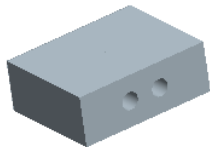

图 15.32 着色后的部分体积块
Step5. 在“体积块分割”操控板中单击 **体积块** 按钮，在“体积块”界面中单击 **1** ☒ **体积块_1** 区域，如图 15.32 所示，然后在选中的区域中将名称改为 **BODY_VOL**；在“体积块”界面中单击 **2** ☒ **体积块_2** 区域，如图 15.33 所示，然后在选中的区域中将名称改为 **SLIDE_VOL_01**；在“体积块”界面中单击 **3** ☒ **体积块_3** 区域，如图 15.33 所示，然后在选中的区域中将名称改为 **SLIDE_VOL_02**。